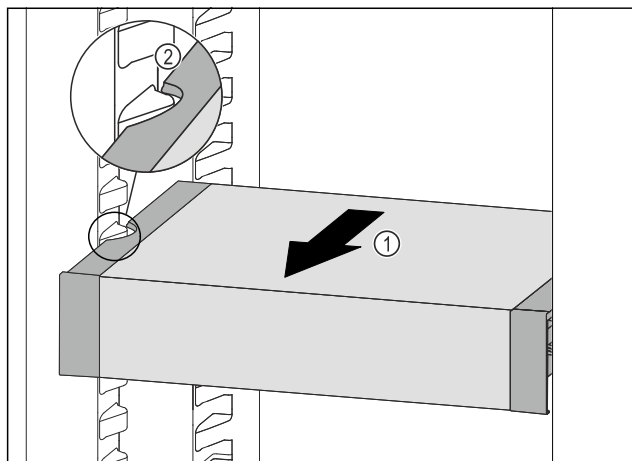

Fig. 116
- Tõmmake VarioSafe'i ettepoole Fig. 116 (1), kuni VarioSafe'i külgmised väljalõiked asuvad jahutusosas anuma ribi kõrgusel. Fig. 116 (2)